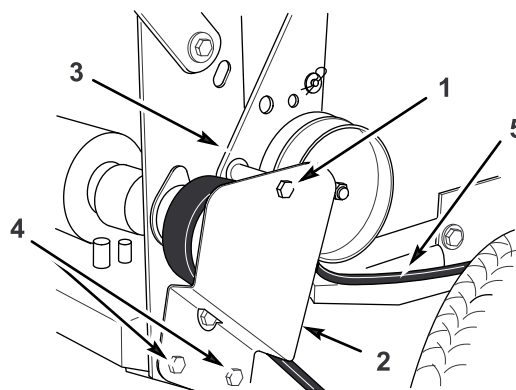

Figure 42
1. Enlevez la vis de fixation supérieure du support et de la patte de la poulie de tension au bâti arrière (Figure 42).
2. Desserrez suffisamment les deux vis de fixation inférieures pour permettre à la courroie de passer entre la poulie d'entraînement et le support de la poulie de tension (Figure 42).
5. Montez la vis de fixation supérieure du support et de la patte de la poulie de tension au bâti arrière (Figure 42).
6. Serrez suffisamment les deux vis de fixation inférieures pour permettre à la courroie de passer entre la poulie d'entraînement et le support de la poulie de tension (Figure 42).